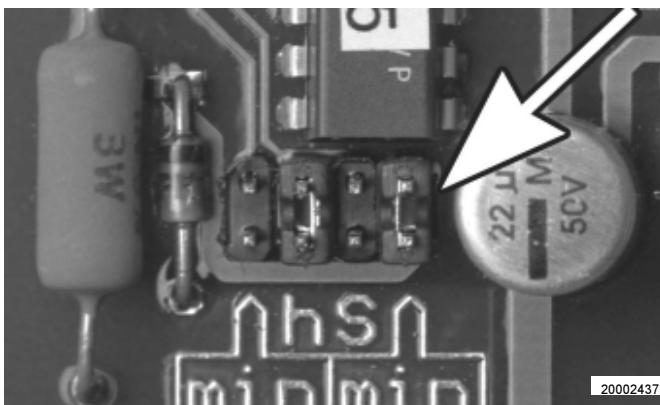

Abb. 27 - Vorwahl des Zeitbereich
- Bereits abgelaufene Arbeitszeiten werden beim Ausschalten des Maschinenkontaktes gespeichert und aufaddiert. Dies geschieht solange, bis die, an dem roten Drehschalter, siehe Abb. 27, eingestellte Zeit, erreicht ist. Danach beginnt der Schmierzyklus von vorne.
- Die Zeitbereiche können durch Umstecken des Jumpers (Abb. 27) an der Steuerplatine verändert werden.